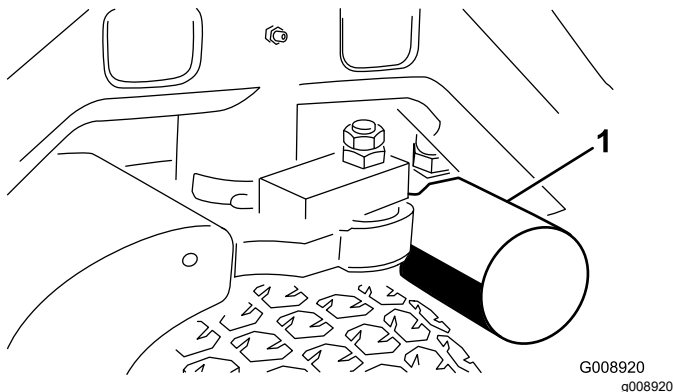
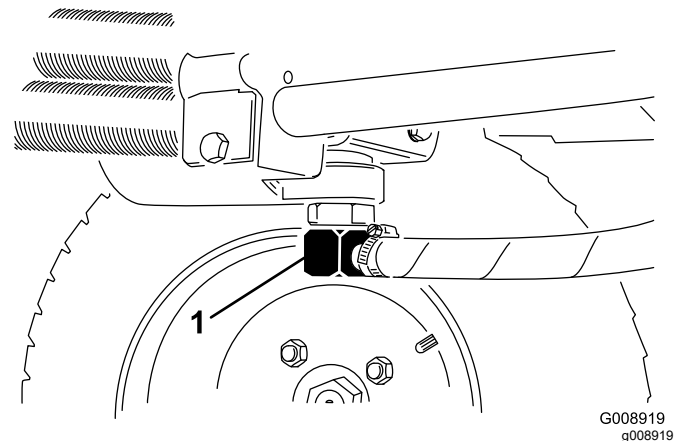

Figura 58
Figura 59
3. Limpie la zona de montaje del filtro. Coloque un recipiente debajo del filtro (Figura 58) y retire el filtro.
2. Desconecte el tubo hidráulico (Figura 59) o retire el filtro hidráulico (Figura 58) y deje fluir el aceite hidráulico en un recipiente apropiado. Vuelva a colocar el tubo cuando el aceite hidráulico se haya drenado.